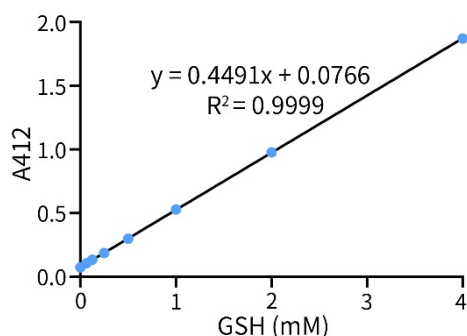

图2. 碧云天蛋白质半胱氨酸检测试剂盒(DTNB法) (S0145)用于GSH标准曲线的检测效果图。实测数据会因实验条件、检测仪器等的不同而存在差异, 图中数据仅供参考。
- 本试剂盒提供了检测所需的DTNB和Assay Buffer, 同时还提供GSH作为标准品或阳性对照(Positive control)。本试剂盒检测GSH标准曲线的效果如图2所示。最低检测限约为10 μ M。
- a. 标准曲线的设置: 将8mM的GSH Standard用Assay Buffer倍比稀释为0、0.125、0.25、0.5、1、2、4mM。GSH标准曲线请参考图2。也可自行设置适宜的GSH浓度进行标准曲线的设定。
0.374, 根据图2拟合的标准曲线公式: $y = 0.4491x + 0.0766$, 计算出 $B = 0.6622\text{mM}$, 则样品中蛋白质半胱氨酸浓度 $C (\mu\text{mol}/\text{mg}) = 0.6622/1 = 0.6622\mu\text{mol}/\text{mg}$, 样品中半胱氨酸浓度 $C (\text{mM}) = 0.6622 \times (1.6/1) = 1.06\text{mM}$ 。